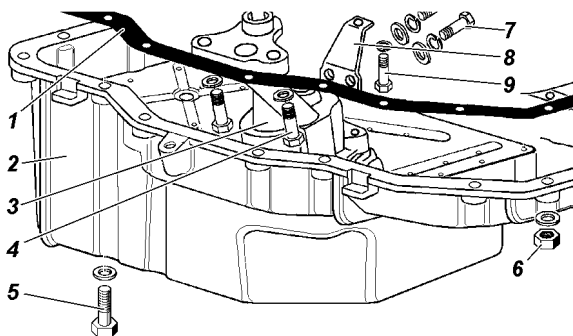

Рис. 4.120. Снятие масляного картера и масляного насоса:
- снимите масляный картер и масляный насос (рис. 4.120);